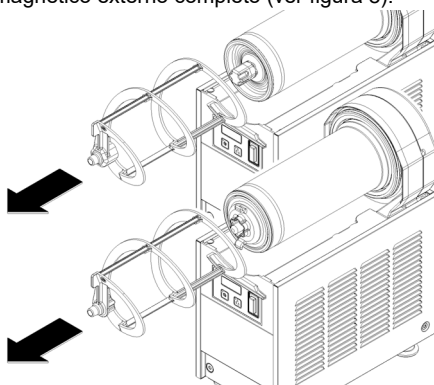
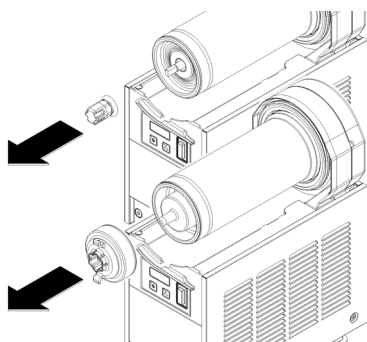

figura 7
figura 8
- 3 Desenfilar del evaporador el rascador exterior (ver figura 7) y después el Rotor magnético externo completo (ver figura 8).